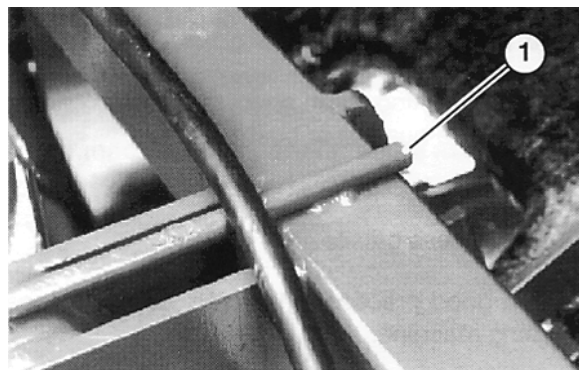

Fig. 12
3. Sørg for, at enden på gearkassens ventilationsrør er åben og ren (fig. 12).
3. Sørg for, at ventilationshullet i olie-påfyldningsproppen/målepinden er åbent og rent (fig. 12).